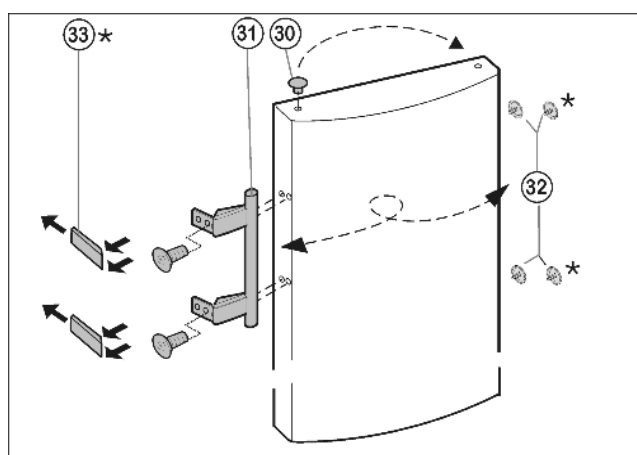

Fig. 8
- ▶ Извлеките пробку Fig. 8 (30) из опорной втулки дверцы и переставьте.
- ▶ Снимите и переставьте на противоположную сторону дверную ручку Fig. 8 (31), пробку Fig. 8 (32) и прижимные пластины\* Fig. 8 (33).